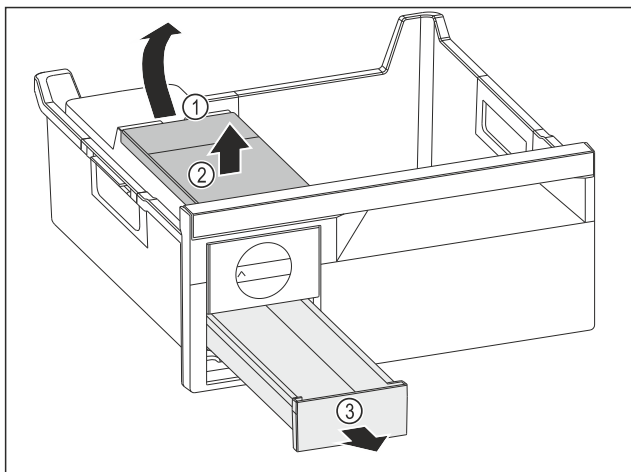

Fig. 105
- ▶ Wyjmowanie zbiornika wody: Zbiornik wody unieść za wycięcia Fig. 105 (1).
- ▶ Wyjąć zbiornik wody Fig. 105 (2) do góry.
- ▶ Wyjąć szufladę na kostki lodu Fig. 105 (3) do przodu.